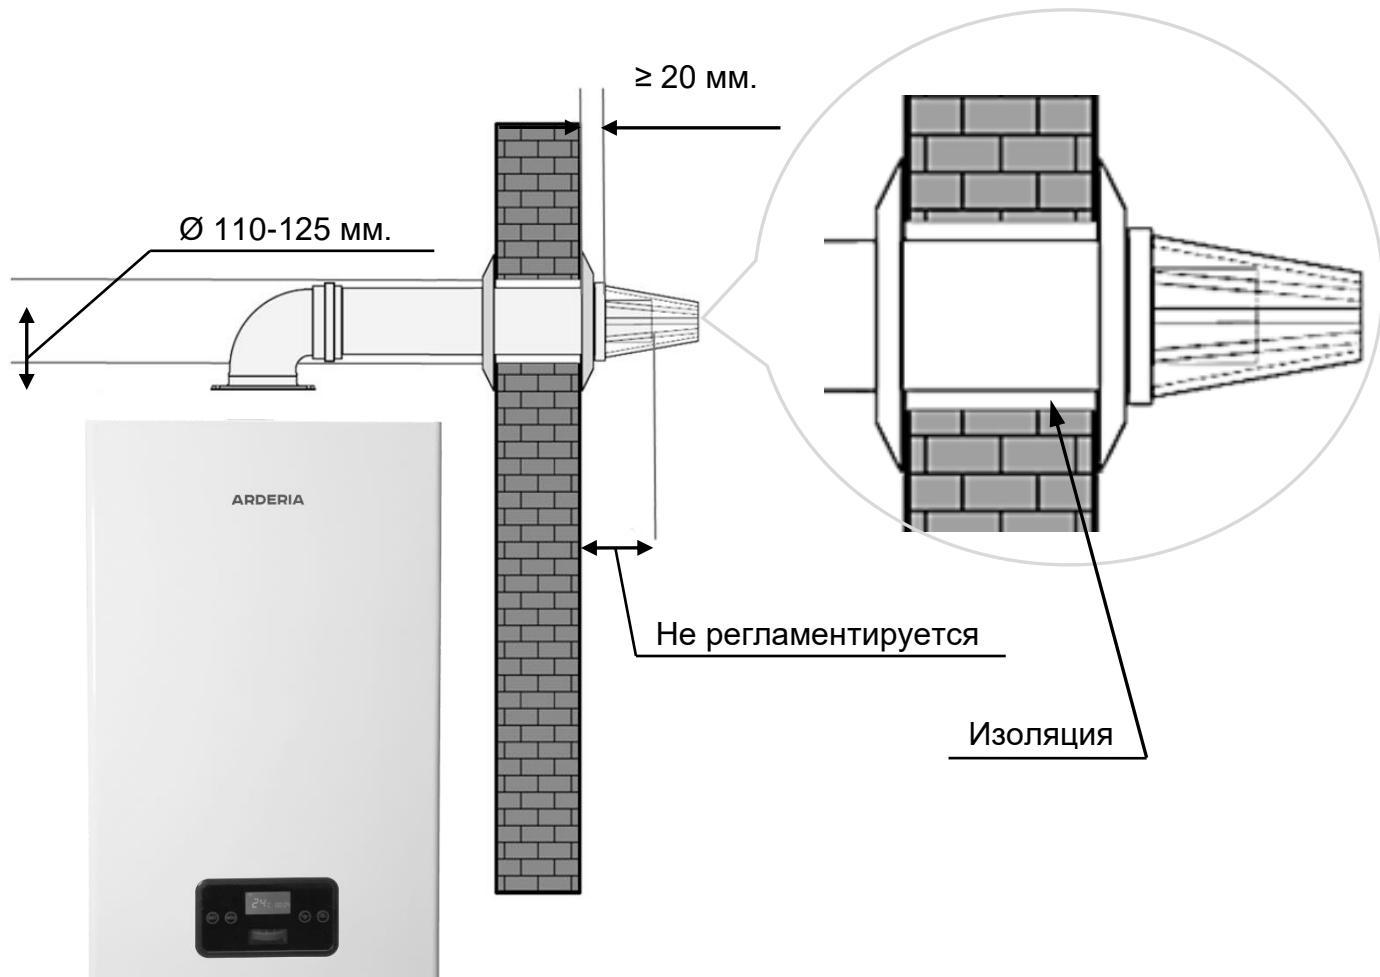

Рис. 23
- При прохождении трубы системы дымоудаления через стену **необходимо** изолировать её поверхность для исключения контакта со стеной. Изоляцию (См. Рис. 23) **необходимо** выполнить из несгораемого теплоизолирующего материала, которым заполняется всё пространство зазора между стеной и поверхностью трубы системы дымоудаления. (См. Рис. 23).